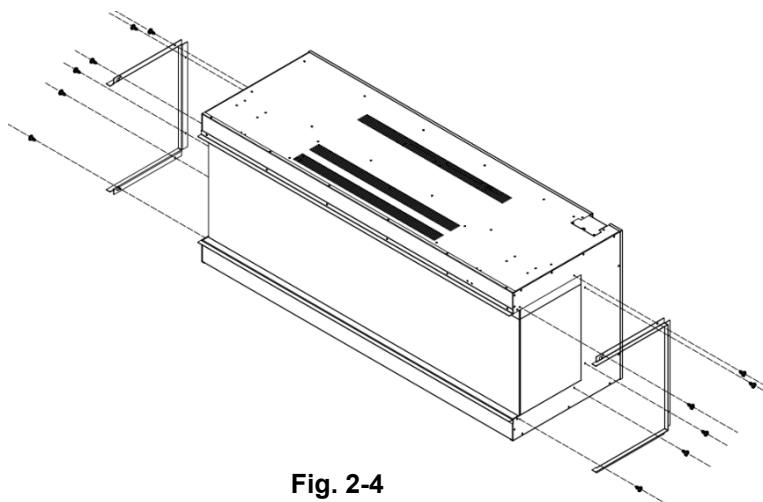

Fig. 2-4
3. Fastgør beskyttelsesstængerne igen, når panelerne er fjernet. Fig.2-4